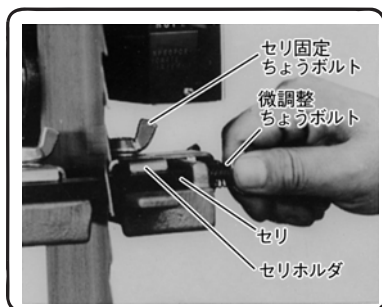

図 21
(1) 上側セリの調整 (図21)
- ① 帯のこ刃が正しく張られた状態で、セリ固定ちょうボルト(2本)をゆるめます。
- ② かるく締付けた後、微調整ちょうボルトで、セリと帯のこ刃のスキマが0.1~0.2mm(はがき1枚分程度)になるようセリを調整します。
- ③ 調整が終わりましたら、セリ固定ちょうボルトで固定してください。